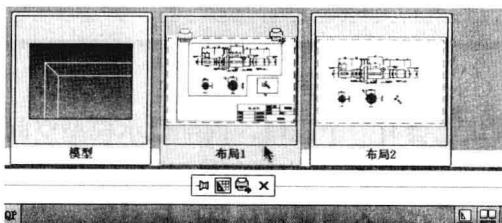

图 10-2-1
(1) 双击素材文件“10-1-2.dwg”，打开图形文件，在状态栏中单击“快速查看布局”按钮，显示布局和模型空间缩略图，单击“布局1”，如图 10-2-1 所示，进入“布局1”图纸空间，在其他空白位置单击，缩略图消失。